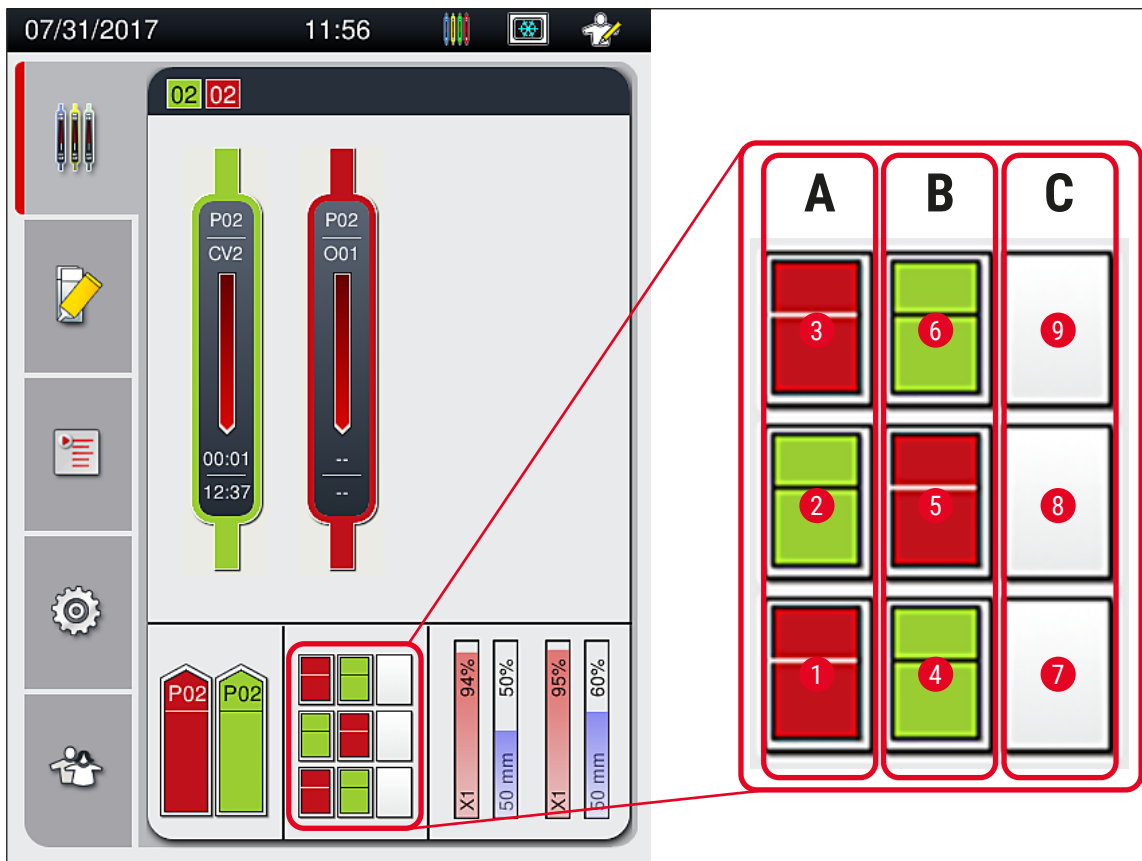

Fig. 75
- El cajón de descarga puede contener un máximo de 9 cestas. Las cestas se colocan en el cajón de descarga siguiendo la secuencia que se muestra desde A1 hasta C9 (→ Fig. 75).